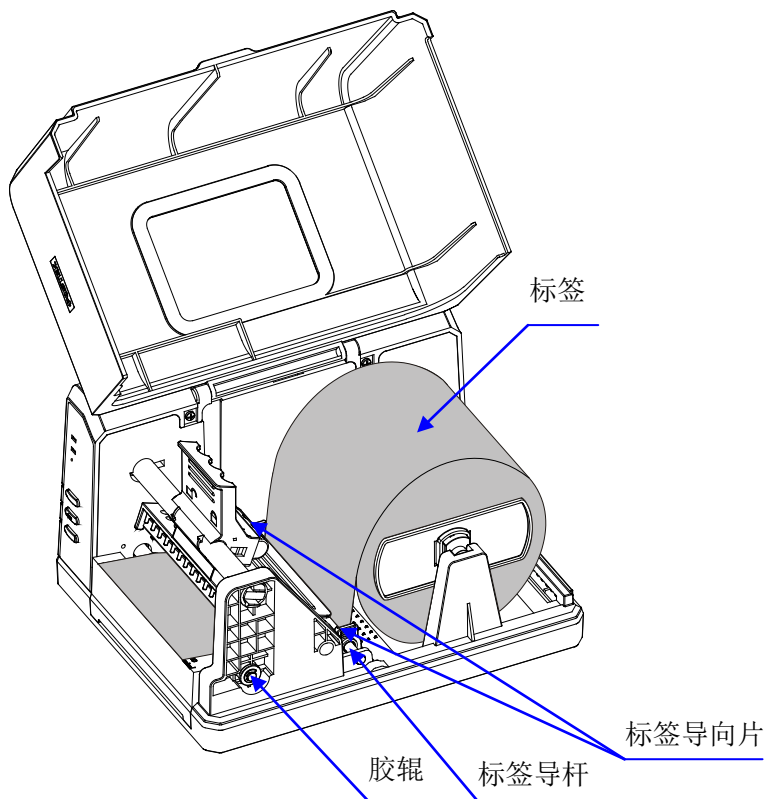

图 5-3
9. 将标签从标签导杆下方穿过并拉出标签，将两个标签导向片靠紧标签，但不能挤压标签使其变形（图 5-3）；